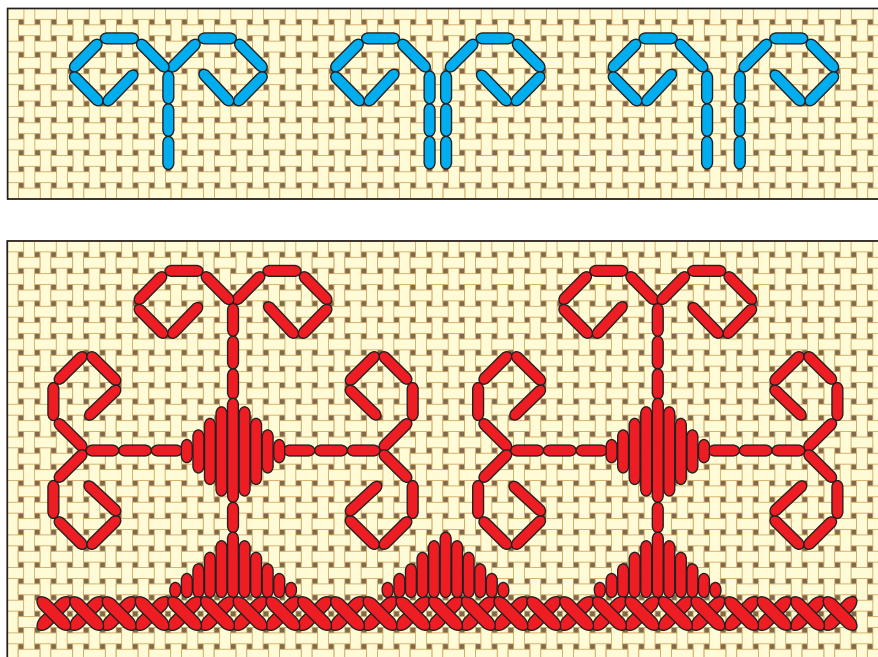

Рис. 70. Завитки «бараньи рожки»:
**Завитки «бараньи рожки»** встречаются в вышивке крестом и счётной гладью. Этот элемент выполняется мелкими стежками, придающими завиткам красивую округлую форму. Последовательность работы показана на рисунке 70, а. Завитки имеют много вариантов (рис. 70, б).